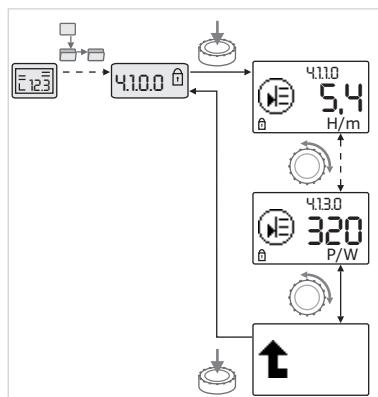

Fig. 40: solicitud de información
- Girando el botón rojo se accede a elementos de menú del tipo "Información" del submenú actual (véase la fig. 40). Para obtener una explicación de los ajustes representados por símbolos, véase la tabla del capítulo 8.7 "Referencia de elementos de menú" en la página 36.